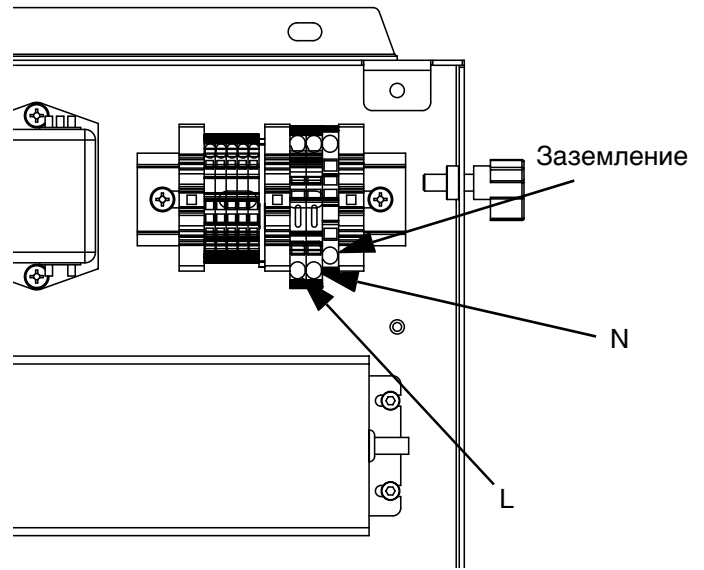

Рис. 14. Подвод напряжения 100—240 В переменного тока
- Схему подвода напряжения 100—240 В переменного тока см. на Рис. 14.